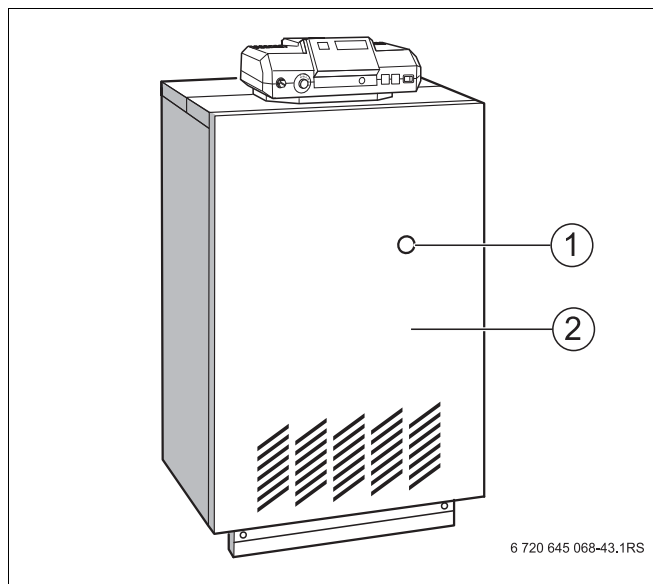

Рис. 6 Устранение неисправностей горелки
При возникновении неисправности горелки загорается сигнальная лампочка на кнопке подавления помех, расположенной на отопительном котле (Рис. 6, **поз. 1**).
Кнопку подавления помех на горелке можно нажать через отверстие (Рис. 6, **поз. 1**) на передней стенке котла (Рис. 6, **поз. 2**). Для этого не нужно демонтировать переднюю стенку.
- Нажать кнопку подавления помех горелки (Рис. 6, **поз. 1**).